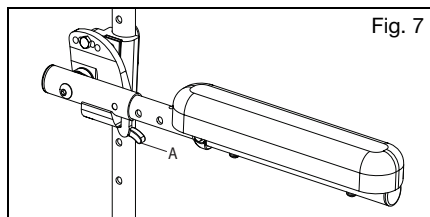

Fig. 7
- Presione la palanca de liberación (Fig. 7:A) hacia arriba para liberar el apoyabrazos.